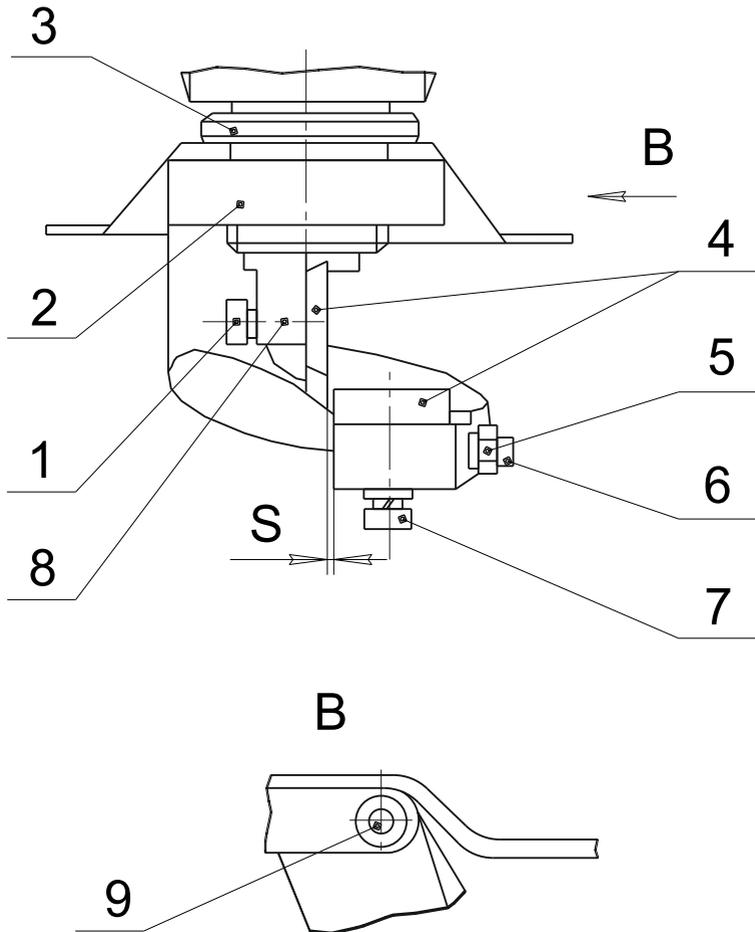

Рис. 3.
- проверку соответствия зазора S (рис.3) между ножами толщине .
— отвернуть винты (1),(6),(7) - (рис. 3) крепления ножей, предварительно ослабив крепление гайки (5), и повернуть нож (сменить режущую кромку). Каждый нож имеет четыре режущие кромки. Закрепите ножи винтами, обеспечивая между ножами необходимый зазор S (табл. 3). Неподвижный нож (4) установите, прижав его боковой гранью к выступу улитки (2) и закрепите от перемещения винтом (6), завернув его до упора в винт (7), после чего законтрите винт гайкой (5);
— после заточки и установки ножей проверьте перекрытие ножей B (рис. 1), которое должно быть 1-2 мм при верхнем положении подвижного ножа. При необходимости регулировку перекрытия ножей осуществляйте поворотом улитки (2, рис.3) вокруг своей оси, для чего предварительно снимите с ползуна (8) нож (4), отверните гайку (3) и выверните (на 2-4 оборота) винт (9). После регулировки закрепите нож и улитку на ножницах и проверьте зазор S между ножами;